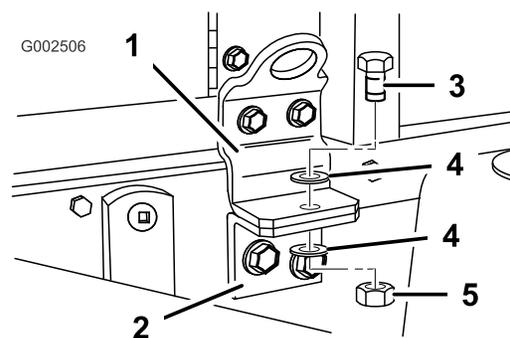

Figura 24
15. Fissate il gruppo del telaio di supporto del serbatoio al telaio con un bullone (1/2 x 1-1/2 poll.), due rondelle (1/2 poll.) e un dado di bloccaggio (1/2 poll.), come illustrato in Figura 24.